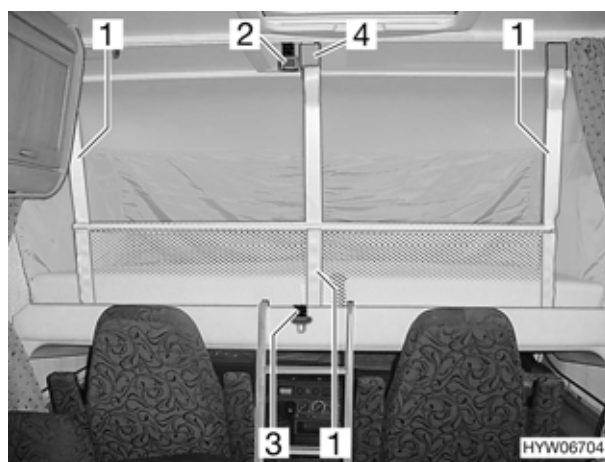

Fig. 74 Letto basculante con rete protettiva montata
- Staccare la cintura di ritegno (Fig. 74,3).
- Agganciare le cinture di ritegno (Fig. 74,1) ai ganci del soffitto (Fig. 74,4).
- Staccare le cinture di ritegno (Fig. 74,1) e sistemarle sotto il materasso.
- Assicurare il letto basculante al soffitto (Fig. 74,2) mediante la cintura di ritegno (Fig. 74,3).